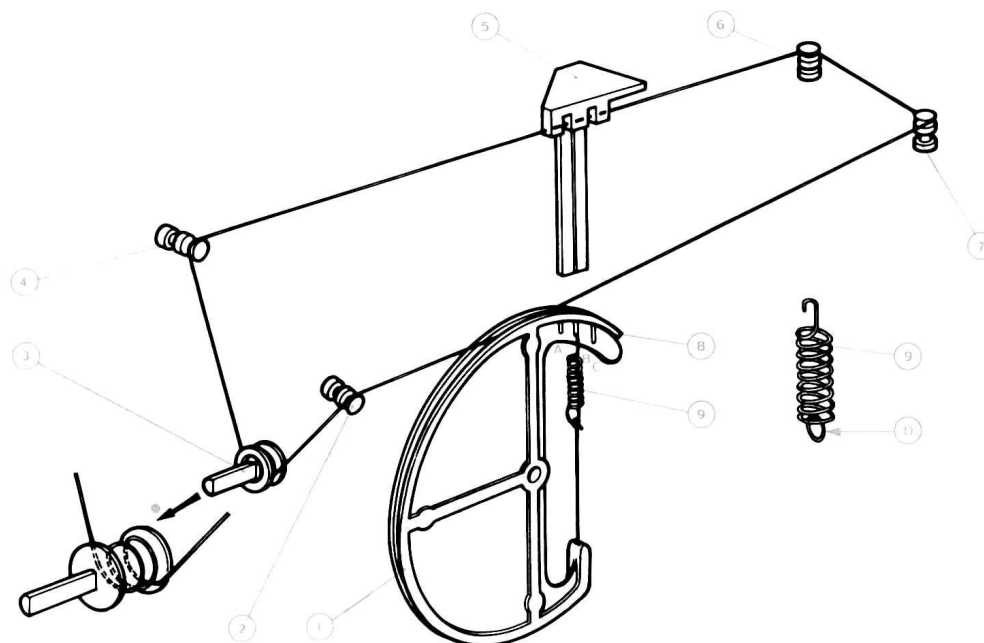

Fig. 2
- 2° - Tourner jusqu'en butée, dans le sens inverse des aiguilles d'une montre, la poulie du condensateur variable (1). (Fig. 2).
- 4° - Attacher l'une de ses extrémités au point (D) du ressort (9).
- 5° - Faire une boucle à l'autre extrémité du cordonnet et l'accrocher en (8) de la poulie du condensateur variable (1).
- 6° - Passer le cordonnet par le guide (2).
- 7° - Faire trois tours dans le sens des aiguilles d'une montre sur la poulie (3).
- 8° - Passer ensuite le cordonnet par les guides (4), (6) et (7) et la poulie du condensateur variable (1).
- 9° - Accrocher l'extrémité libre du ressort (9) dans l'une des encoches (A), (B) ou (C) de la poulie du condensateur variable (1) afin d'obtenir une tension correcte du cordonnet.
- 10° - Monter l'aiguille indicatrice (5) sur le cordonnet.
- 11° - Positionner le cadran sur son support et amener le bord de l'aiguille indicatrice (5) en regard du premier repère situé à gauche du cadran.